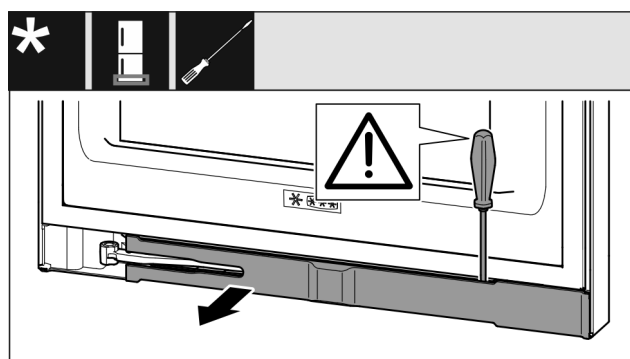

Fig. 13
- ▶ Deblocați masca cu șurubelnița plată și pivotați-o în lateral Fig. 13 ().